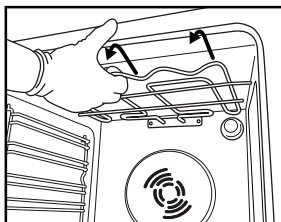
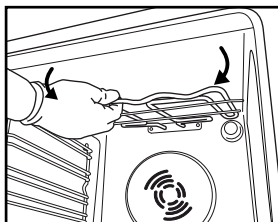

Fig. 4
Fig. 5
2. Dra ut värmeelementet (fig. 4) något och sänk det (fig. 5).